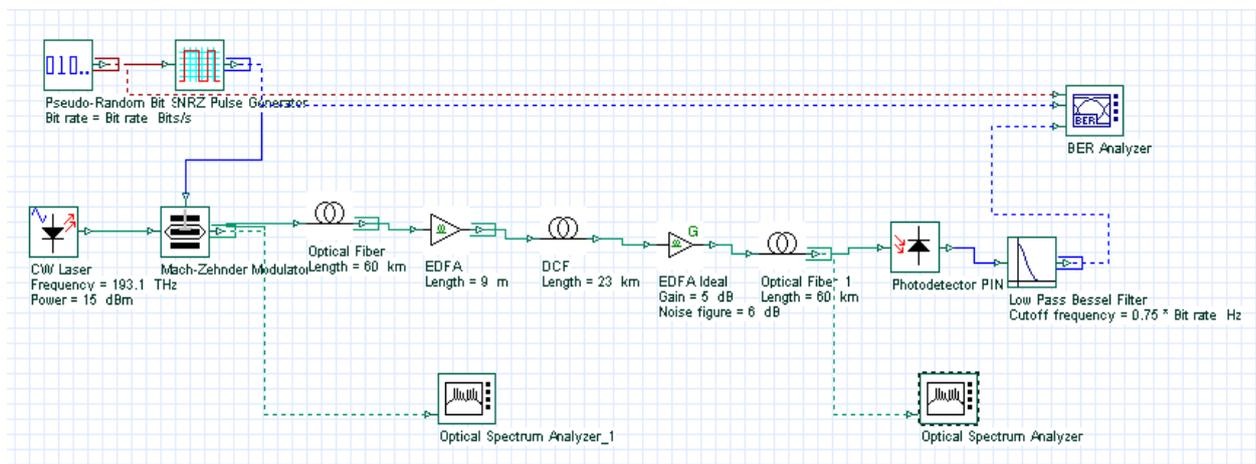

Figure 1: Schéma de simulation dans une liaison avec amplificateur en ligne.
Considérant maintenant une liaison avec amplificateur de puissance (Amplification **en ligne**) telle qu'elle est définie sur la figure.1. Pour cela, On va utiliser la même liaison précédente avec les mêmes paramètres.
- Réaliser le schéma de la figure 1.